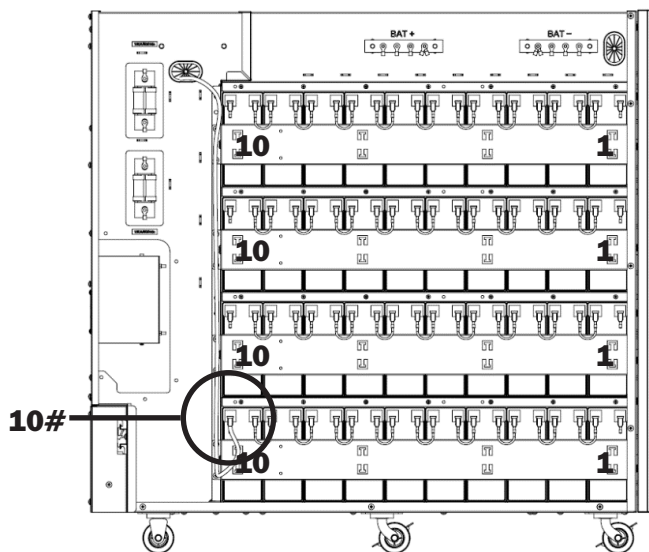

Figura 5-15A
19. Conecte la batería 10- del grupo 1 a la barra colectora de la batería N (BAT N) (Figura 5-15A).